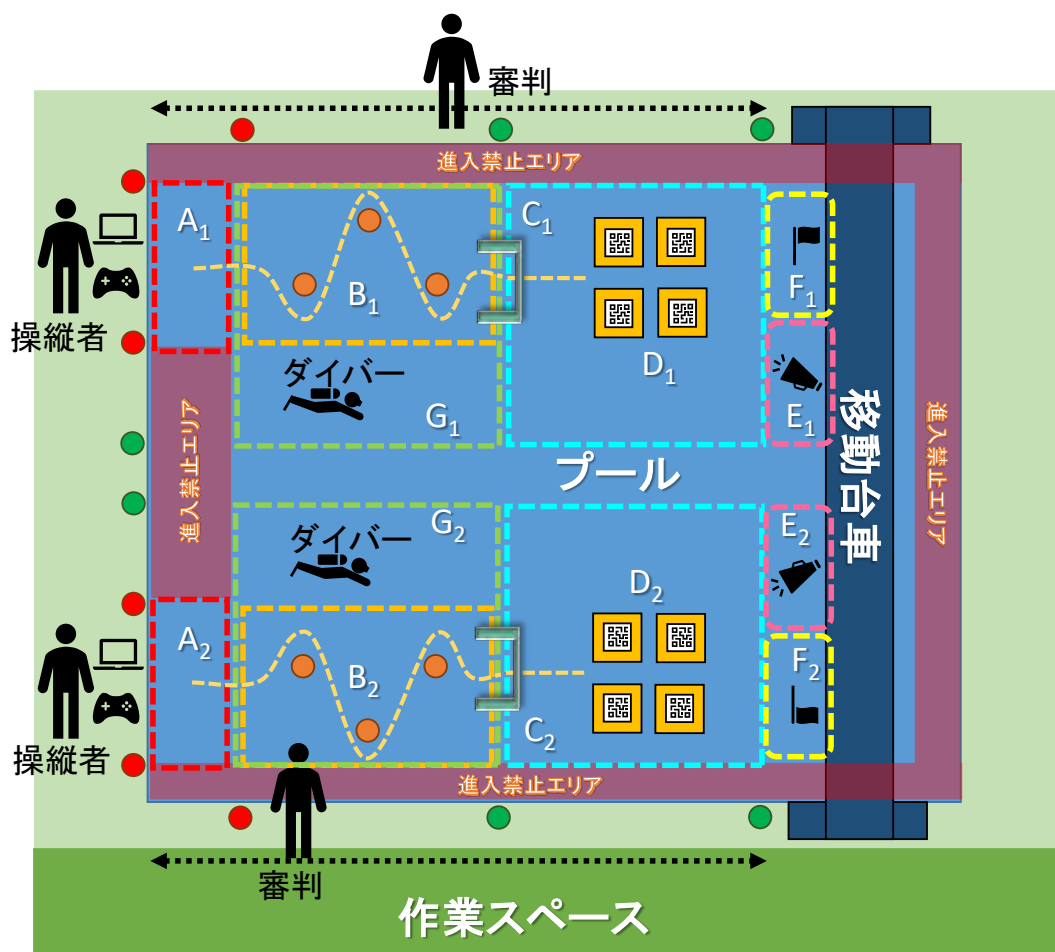

図 2：競技コース
競技コースを図 2 に示します。水槽の長手方向中心から半面ずつを競技コースに割り当てています。競技中は、同時に 2 コースを使用して得点を競います。
※エリアの境界の目印として、パイロン（図2の赤丸と緑丸）を配置します。図3に、各エリアで獲得できる点数を吹き出し表記で記載した際の種別を示しています。
- ① A_x : スタートエリアを表します。この図2中の赤色点線の範囲内に水中ロボットを投入してください。およその範囲を、パイロンの位置で確認できるようにします。
- ② B_x : スラロームエリアを表します。この図2中の橙色点線の範囲内で、水中ロボットをブイ間でスラローム走行させてください。ただし、水中ロボットを必ず手動操作してください。吸音材から安全に離れることが目的です。
- ③ C_x：ゲートエリアを表します。この図2中の黄色点線と水色点線の境界で、水中ロボットを潜航させて、図6のようにゲートをくぐらせてください。ゲートを通
- ⑥ E_x : 音響灯台探索エリア (図 2 中のピンクの点線) を表します。音響灯台の位置と深さは明示されません。図 1 1 のように水中ロボットは、音響灯台が発する音を頼りに探索する必要があります。AUV (自動操縦) は、このエリアでは常に潜航させていなければなりません。ROV (手動操縦) では、このエリアでは得点がありません。